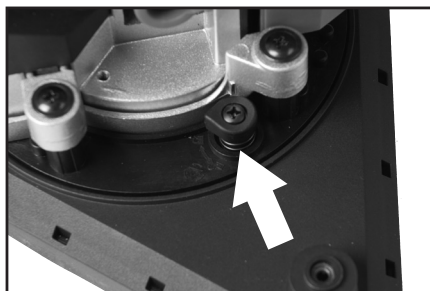

Fig. 13
- Appuyez sur le bouton de verrouillage (**Fig. 13**) et faites tourner le bouton en position déverrouillée.